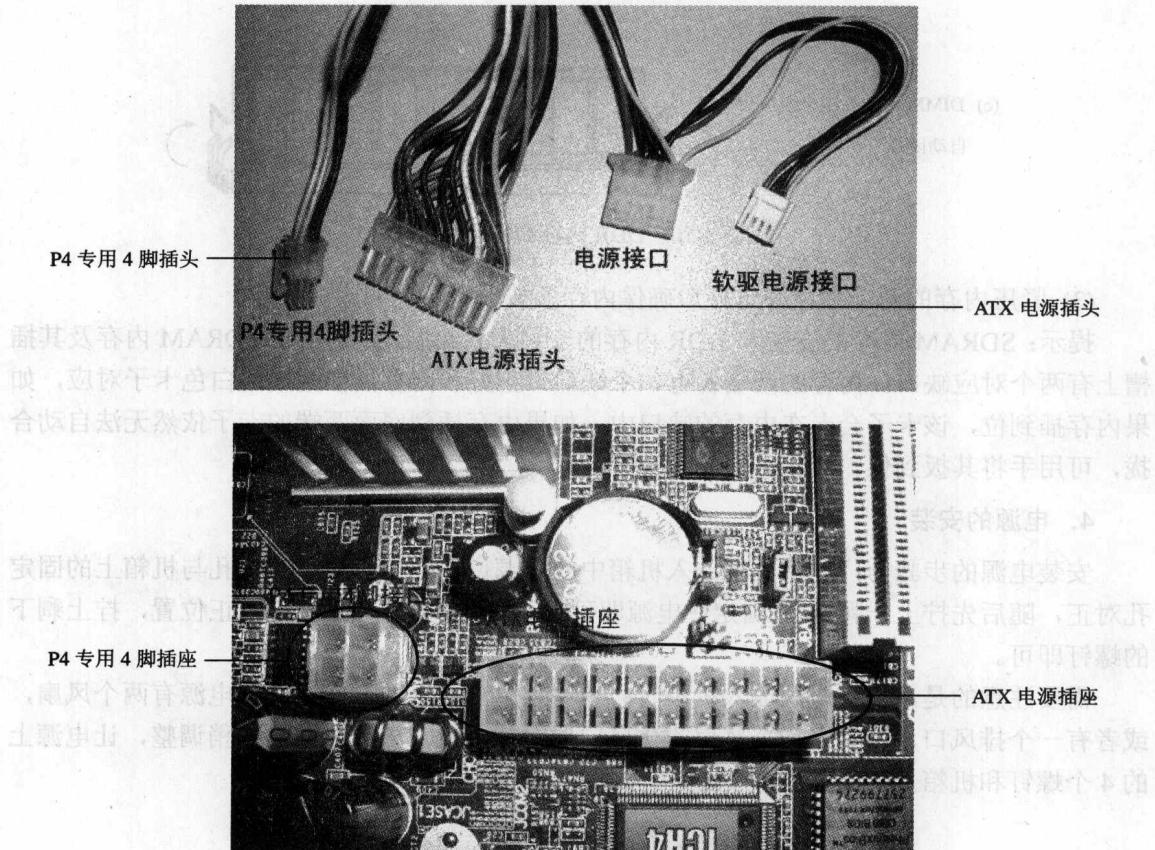

图 1-12 电源插头和接口
芯的小驱动器专用插头。20 芯的主板插头只有一个，且具有方向性，可以有效地防止误插，插头上还带有固定装置可以钩住主板上的插座，不至于让接头松动导致主板在工作状态下突然断电。四芯的驱动器电源插头用处最广泛，所有的 CD-ROM、DVD-ROM、CD-RW、硬盘甚至部分风扇都要用到它。四芯插头提供了+12V 和+15V 两组电压，一般黄色电线代表+12V 电源，红色电线代表+15V 电源，黑色电线代表 0V 地线。这种四芯插头电源提供的数量是最多的，如果不够用，可以使用一转二的转接线。四芯小驱动器专用插头原理和普通四芯插头一样，只是接口形式不同，是专为传统的小驱供电设计的，如图 1-12 所示。
- ④ 将主板固定孔对准螺柱和塑料钉，用螺钉将主板固定好。
⑤ 将电源插头插入主板上相应插口中。ATX 主板上普遍具备 ATX 电源接口，将电源上同样外观的插头插入该接口即可完成对 ATX 电源的连接。图 1-12 为奔腾 4 主板和电源中独有的电源接头，一一对应插好即可。
(2) 连接机箱接线。